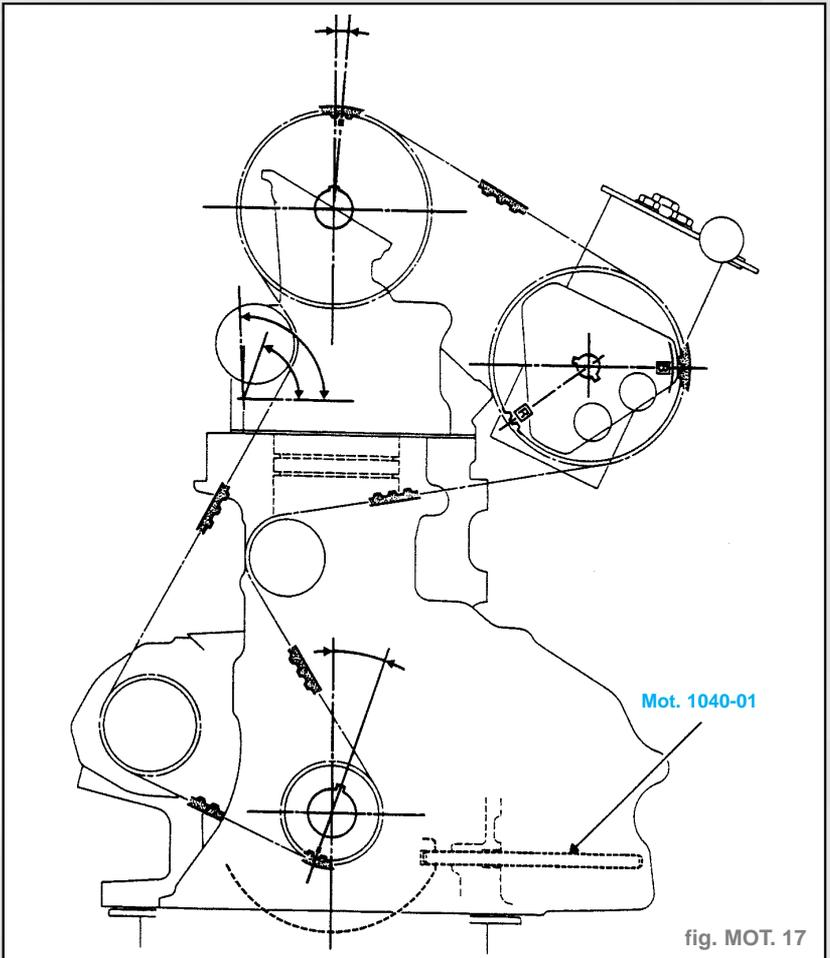

fig. MOT. 17
- Aligner les repères sur la courroie avec ceux des pignons crantés (fig. MOT. 17).